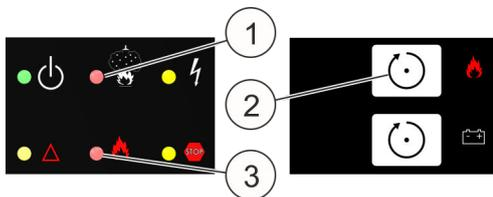

Fig. 36 : LED et touche *[Reset]*
- »Alarme incendie indicateur 1«, »Pré-alarme«, LED « Installation d'extinction commandée » émet un flash (Fig. 36 /1)
- »Feu«, LED « Installation d'extinction déclenchée » (Fig. 36 /3)
- Réinitialiser l'alarme avec le bouton *[Reset]* supérieur (Fig. 36 /2) après au moins 2 minutes afin que le gaz d'essai puisse s'échapper complètement de la chambre de mesure. Les LED rouges s'éteignent et les messages d'alarme à l'écran sont supprimés.